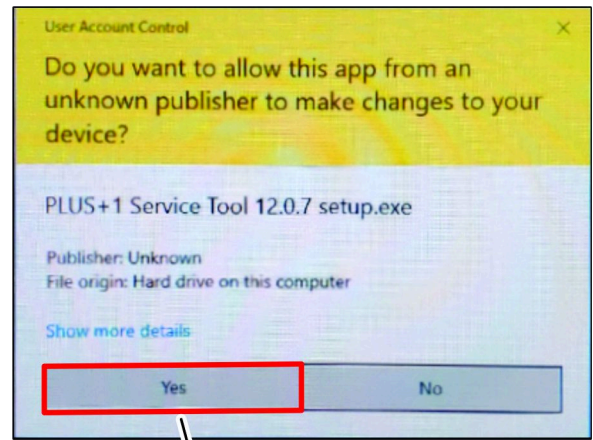

**Figure 21**
3. Dans le répertoire PLUS1SERVICETOOL1207SETUP, faites un double clic sur le fichier PLUS+1\_ServiceTool\_12.7\_Setup.exe (Figure 21).